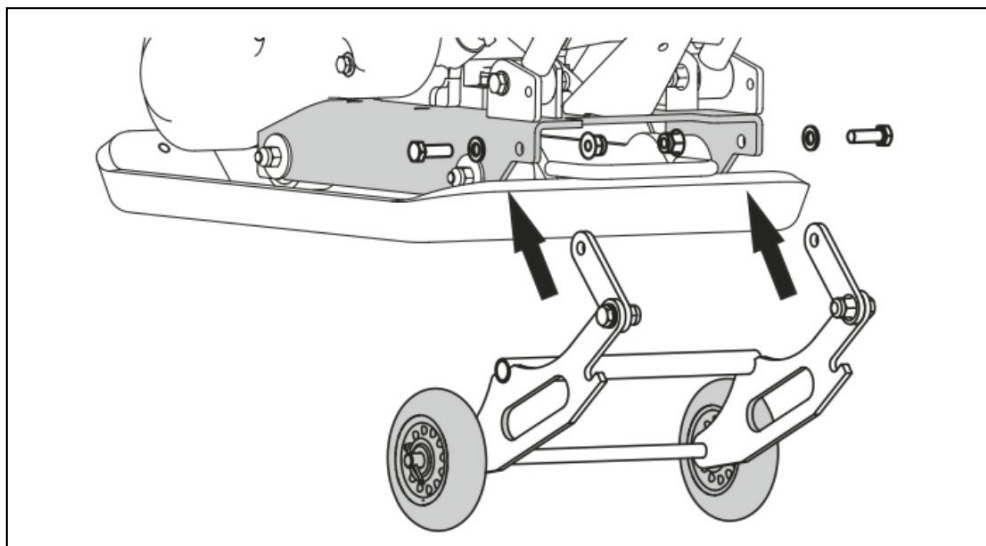

Рис. 6. Установка транспортной тележки.
4. Транспортная тележка предназначена для транспортирования виброплиты на короткие расстояния по твердой, гладкой и ровной поверхности. Для установки транспортной тележки необходимо совместить отверстия в соединительных пластинах тележки и раме виброплиты. Далее вставьте в отверстия болты и закрутите гайки (Рис. 6).